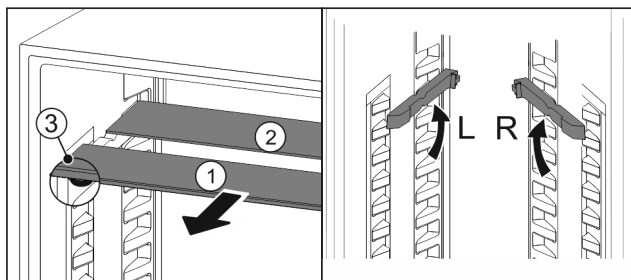

Fig. 190
- Sortir les tablettes par l'avant Fig. 190 (1).
- La tablette en verre Fig. 190 (1) avec bordure décorative est située à l'avant.
- Les butées Fig. 190 (3) sont orientées vers le bas.